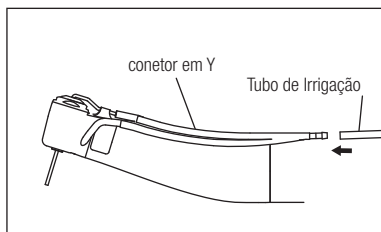

Fig. 9
- 2) Una firmemente o tubo de irrigação ao conector em Y. (Fig. 9)